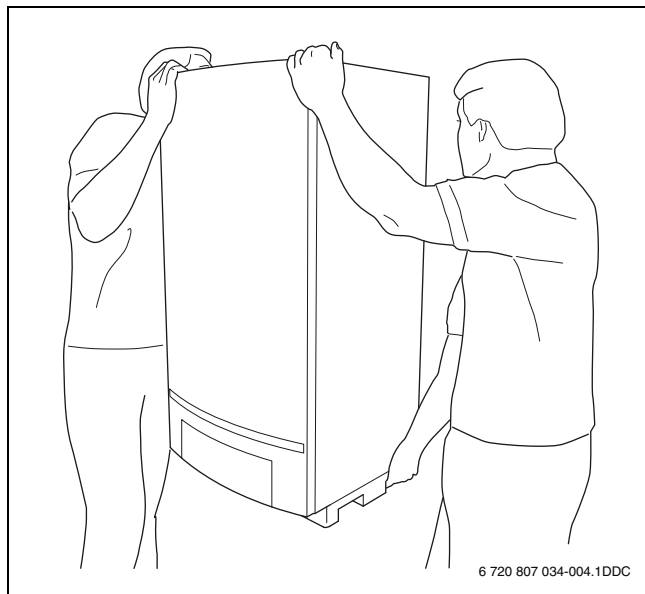

Fig. 9 Ridicarea și sprijinirea corectă a recuperatorului de căldură cu gaz
- ▶ Apucați recuperatorul de căldură cu gaz numai de părțile laterale și nu de panoul de comandă sau de racordul tubulaturii de evacuare a gazelor arse (→ fig. 9).